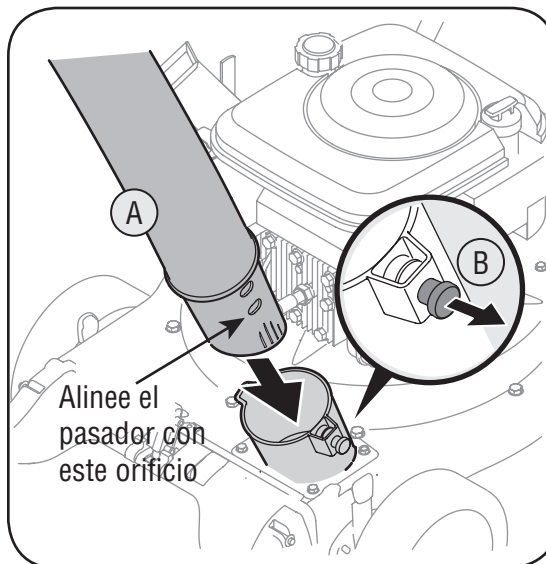

Figura 3-4
- a. Deslice el adaptador para manguera del montaje de la misma hacia el interior del adaptador base ubicado a la izquierda y al frente de la aspiradora para patios. Vea la figura 3-4.